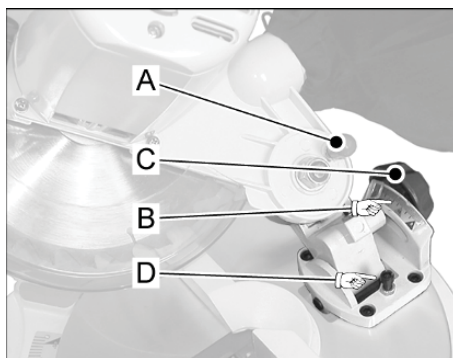

Рис. 9
- Фіксуючу ручку (C, Рис.9) на задній частині верстата необхідно послабити.
- Нахиліть ріжучу голову вліво, доки не досягнете необхідного кута на шкалі нахилу (B).
- Затягніть ріжучу голову фіксуючою ручкою (C) перед початком пиляння.
- Зніміть захисний кожух пилки (B, Рис. 9), відвинтивши два гвинти (A) збоку.